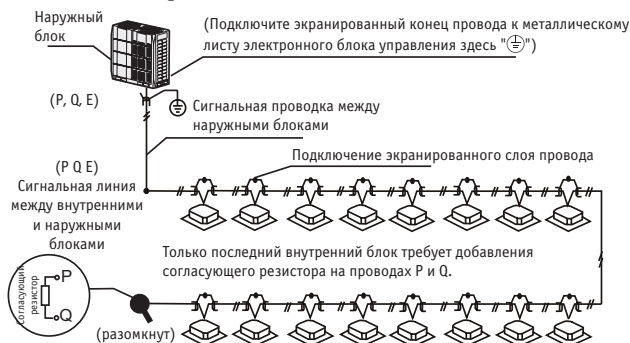

Рис. 8.6
- Сигнальная электропроводка между внутренним и наружным блоками должна соединять один блок за другим в последовательном подключении от наружного блока к последнему внутреннему, экранированный слой необходимо должным образом заземлить, а к последнему внутреннему блоку должен быть добавлен согласующий резистор для повышения стабильности системы связи (см. рис. 8.6).